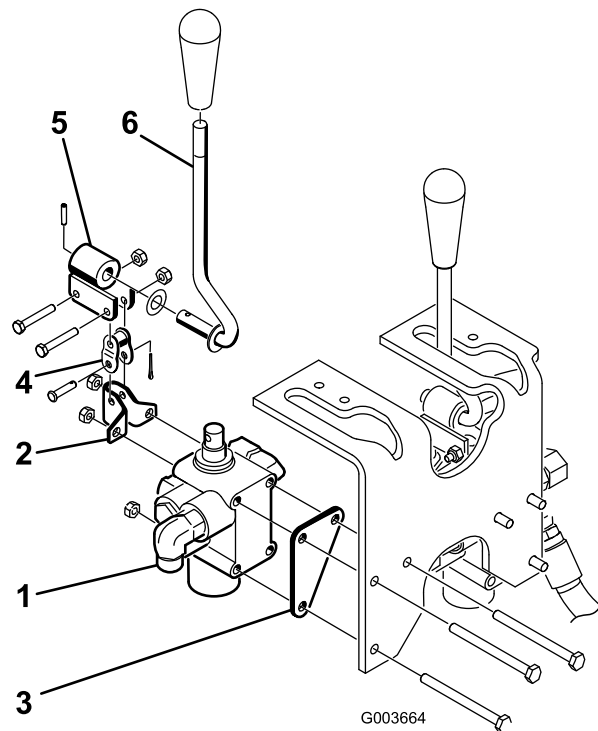

Figura 5
2. Montare il gruppo valvola, la staffa orientabile e la piastra della valvola sul telaio con 3 bulloni (1/4 x 3 pollici) e 3 dadi di bloccaggio (Figura 5). Durante il montaggio, posizionare la piastra della valvola sulla parte anteriore del longherone del telaio. Serrare a una coppia di 10,2–12,4 Nm.
3. Senza stringere eccessivamente, montare il gruppo leva del perno sulla bobina della valvola e sulla maglia falsa con 2 bulloni (#10 x 1-1/4 pollici) e 2 dadi di bloccaggio (Figura 5). Non serrare in questa fase.